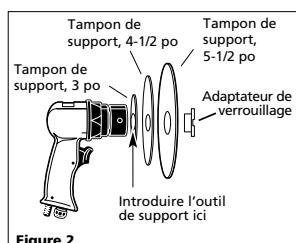

Figure 2
utiliser tous les tampons de support de taille égale ou plus petits que le disque en résine (Voir Fig. 2). Suivre les directives pour l'installation du disque en résine.
1. Monter les tampons de support tel qu'indiqué sur la Figure 2. S'assurer que le centre encastre des tampons fait face à la ponceuse.
3. Serrer à la main l'appareil de verrouillage de l'adaptateur, introduire l'outil de support dans le trou tel qu'indiqué sur la Figure 2. Introduire un tournevis de large taille dans le trou rainuré sur l'appareil de verrouillage de l'adaptateur et bien serrer.